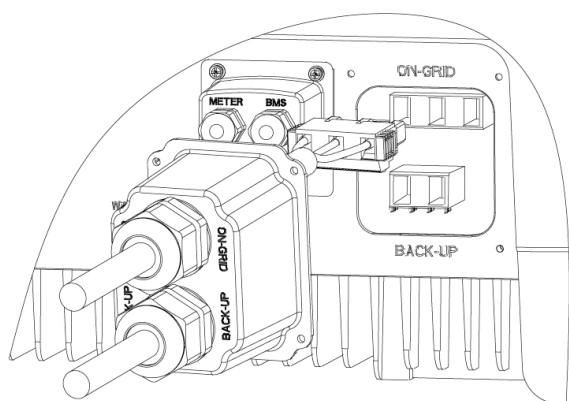

Fig. 55. Conexión AC ON-GRID.
7. Conectar el conector AC ON-GRID al terminal AC ON-GRID del inversor, tal como se muestra en la siguiente Fig. 55